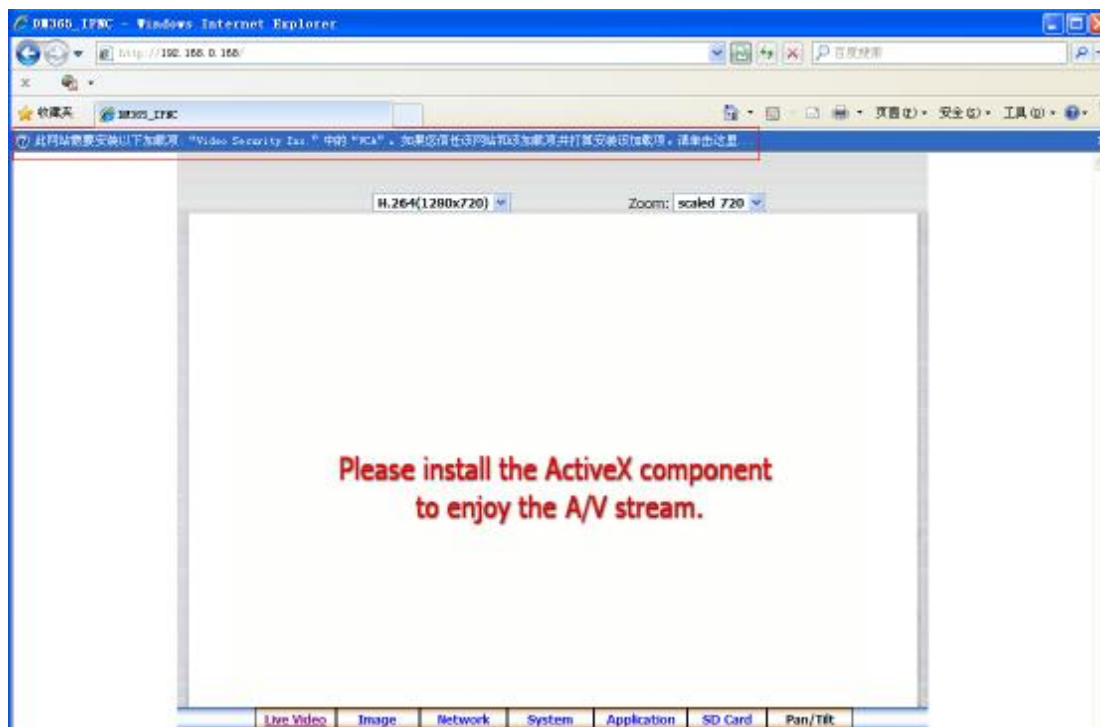

图 6-3 插件安装
3.随后将弹出所需安装插件界面，点击安装即可，如图 6-3 所示